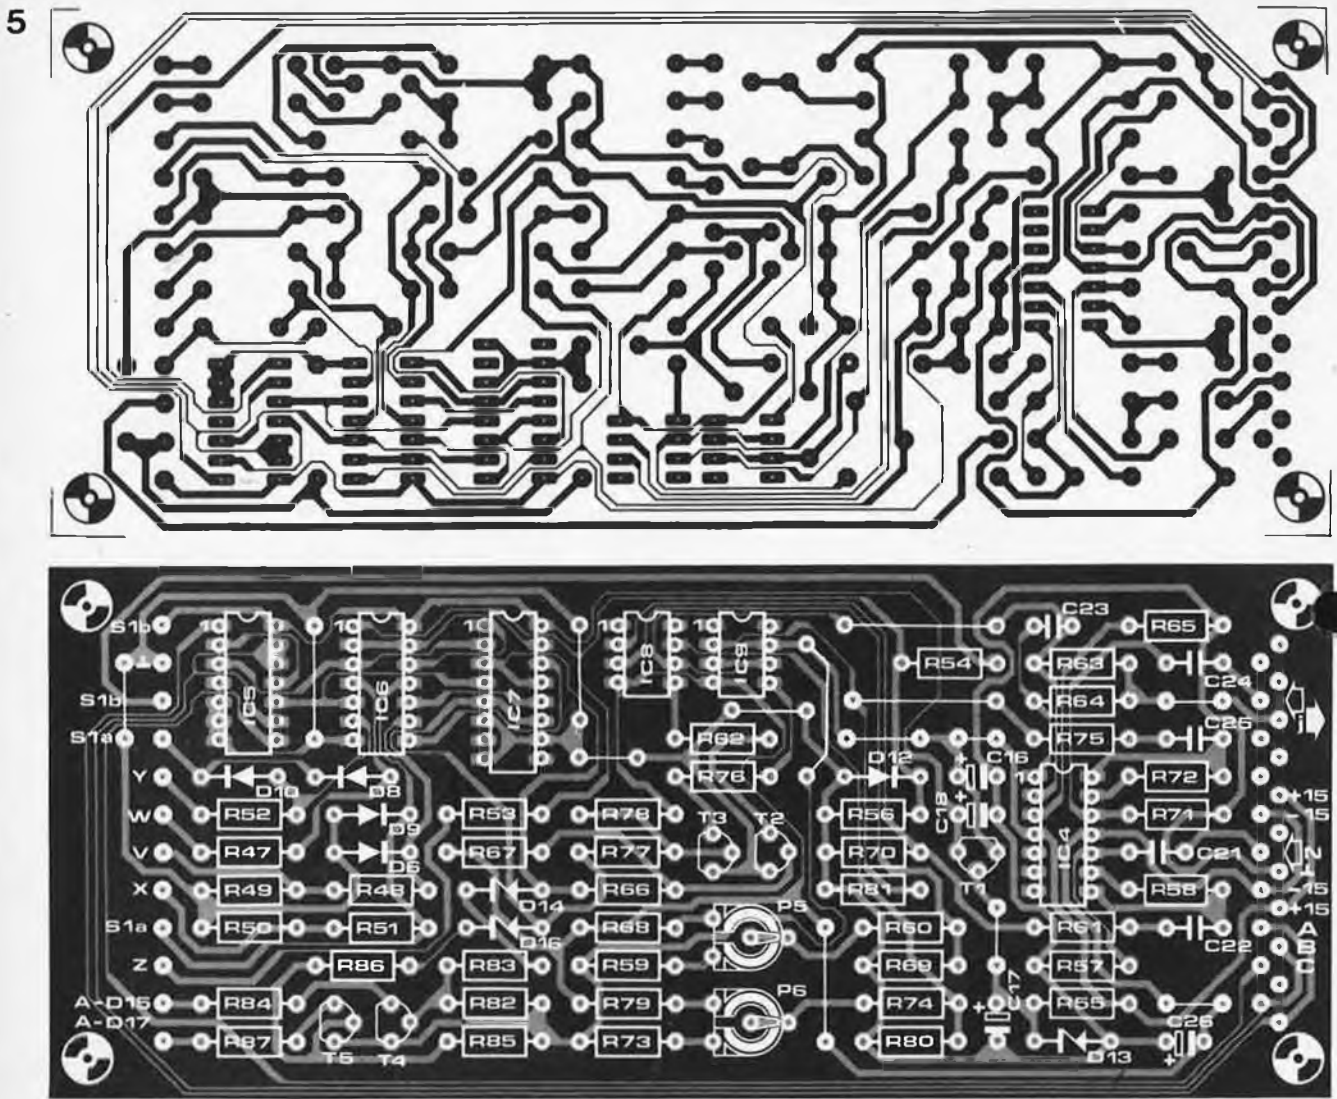

Figure 5. La carte de "commutation" comprend le circuit de la figure 3b.
Les figures 4 et 5 représentent le circuit imprimé et l'implantation des composants des cartes circuits du détecteur de sons voisés/dévoisés. Le circuit de détection de la figure 3a se trouve monté sur la carte représentée à la figure 4, quant au reste du circuit (figure 3b), il est installé sur la carte de la figure 5.
sortie voisée (Y), et inhibition (Z) toutes situées sur le devant des "cartes de commutation" présentées à la figure 5. Si besoin est, ces points peuvent être "sortis" sans difficulté vers un connecteur. Cela devrait permettre de faire des essais de commande de l'appareil par ordinateur, sans avoir à résoudre des problèmes compliqués de câblage.